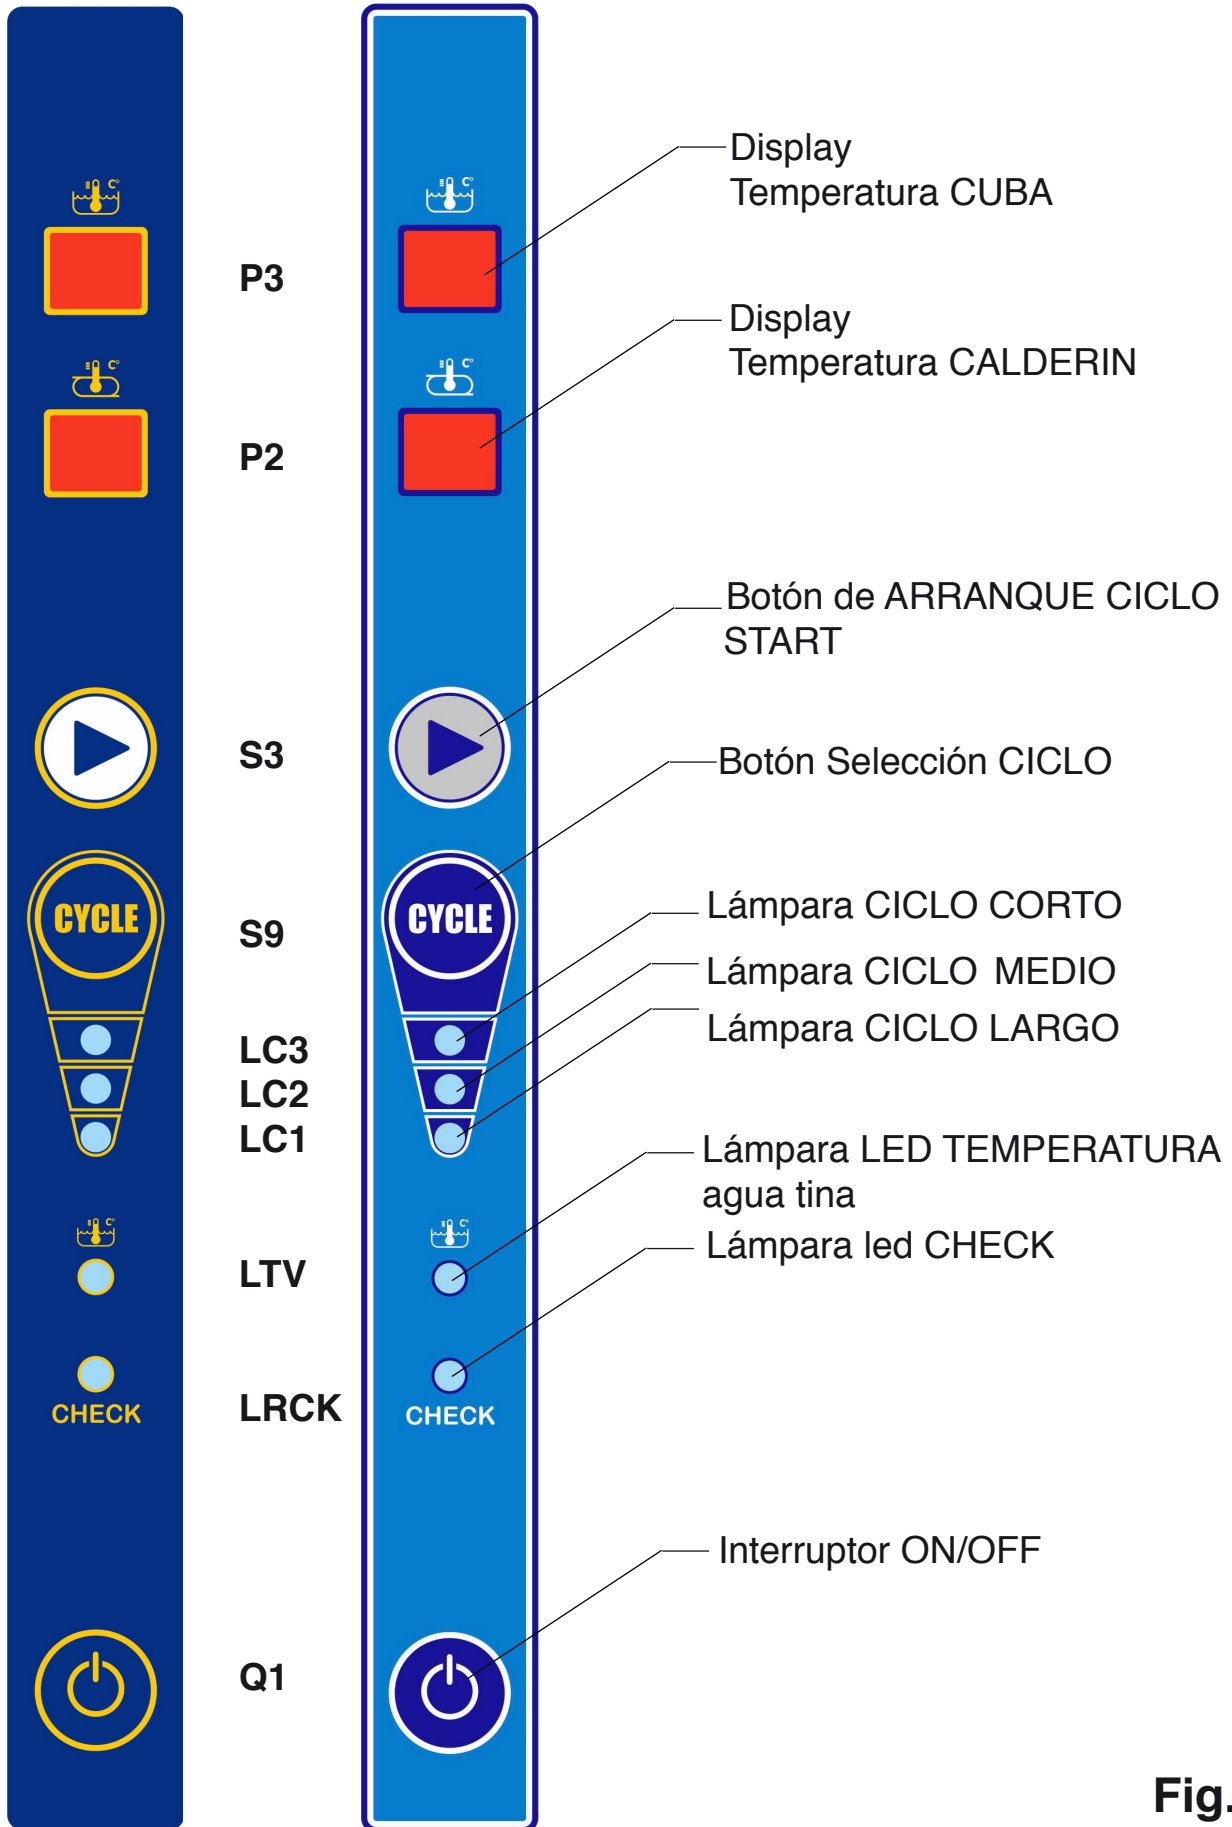

Fig. 1
2.1.a Encendido y preparación de la máquina (Fig.1)